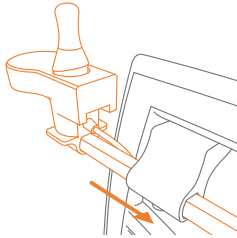

Figura 4: Far scorrere il controller del joystick nel supporto.
- a. Assicurarsi che il cavo del controller del joystick sia scollegato prima di collegarlo. Scollegare allentando gli anelli metallici. Far scorrere il controller del joystick scollegato attraverso il foro nel supporto. Assicurarsi che il cavo scorra tra il frame e il controller come mostrato nella **(Figura 4)**.